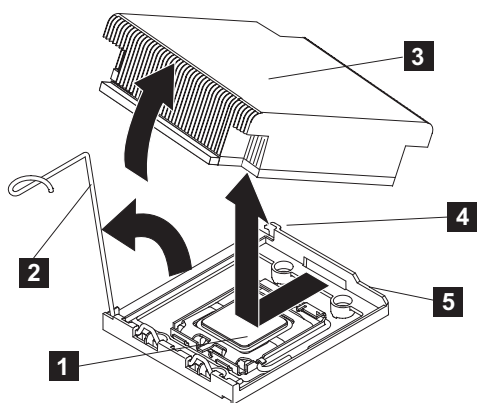

図 248. SAN ポリウム・コントローラー 2145-CG8 または 2145-CF8 マイクロプロセッサからのヒートシンクの取り外し
8. ヒートシンク (図 248 の **3**) とマイクロプロセッサ (**1**) へのアクセスの邪魔になるケーブルをすべて切り離します。